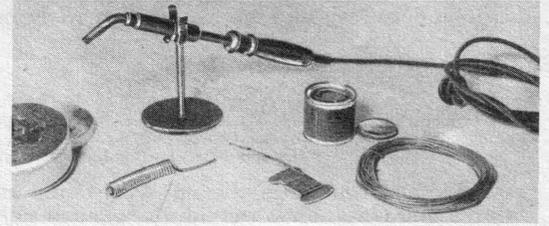

Abb. 1. Ein elektrischer Bastler-Lötkolben im Ständer. Davor Lötfett, einige Rollen Lötendraht und flüssiges Lötzinn.
Abb. 4. Das vereinfachte Gefälle-Bild einer Röhre mit einem zwischen Steuergitter und Anode liegenden positiven Gitter. Die Gesamtspannung ist hier wesentlich größer als die von Abb. 1 mit 3.
Abb. 5. Das vereinfachte Gefälle-Bild einer Röhre mit Kathode, Steuergitter, Schutzgitter, Bremsgitter und Anode. Auch hier ist die Gesamtspannung wesentlich größer als die von Abb. 1 mit 3.
Abb. 1. Die Anoden-Kennlinie einer Vierpolröhre enthält auch einen fallenden Teil, in dessen Mitte wir unseren Arbeitspunkt (A) legen. Die Kurve gilt für die Röhre H 4111 D (RENS 1264) bei 100 Volt Schirmgitter- und minus 1,5 Volt Gittervorspannung.
sein. Wir kommen so zur Verwendung eines Schirmitter-Dynatrons. Wie unsere Schaltkizze zeigt, besteht ein solcher Oszillator aus einer Vierpolröhre, an die eine hohe Schirmgitterspannung und eine wesentlich geringere Anodenspannung angelegt wird. Wenn wir uns die früher oft gefundene Anodenpannungs-Anodenstrom-Kennlinie (Abb. 1) einer Vierpolröhre ins Gedächtnis zurückrufen, dann sehen wir, daß unser Arbeitspunkt unter diesen abnormalen Bedingungen etwa bei A liegt, also in dem fallenden Teil der Röhrenkennlinie. In diesem Teil der Kennlinie ist der Innenwiderstand der Röhre negativ, da bei einer Steigerung der Anodenpannung der Anodenstrom fällt. Ist dieser negative Widerstand der Röhre genau so groß wie der positive Verlustwiderstand eines Schwingungskreises, den wir in ihren Anodenkreis einschalten, so heben sich die beiden Widerstände auf, der Kreis ist völlig entdämpft! Der geringste Überschuß an negativem Widerstand der Röhre gegenüber dem positiven Verlustwiderstand des Kreises führt selbstverständlich dazu, daß der Kreis ungedämpft weiter schwingt, womit ja ohne Rückkopplungswicklung das erreicht ist, was wir suchen. Wir merken uns jedoch, daß Fünfpolröhren in Dynatron-Schaltungen nicht verwendet werden können, da deren Bremsgitter gerade die Erscheinung verhindert, die wir ausnutzen wollen. Eine besonders gute Dynatron-Röhre ist z. B. die H 4111 D (RENS 1264).